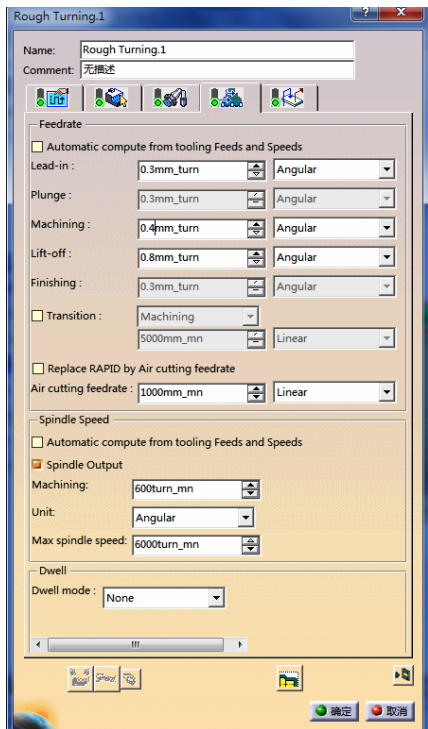

图 6-22 进给率参数选项卡 (1)
4) 定义进给率。单击“Rough Turning.1”对话框中的, 切换到进给率参数选项卡(1), 如图 6-22 所示。